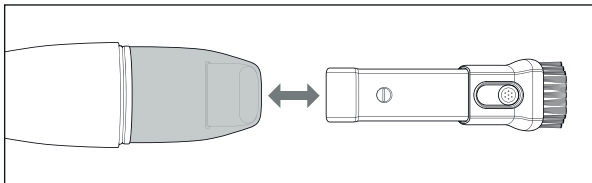

Fig. 2
- ◆ Sostenere l'apparecchio dall'impugnatura ❸ e sfilare il cappuccio di chiusura ❶ dall'apparecchio.
- ◆ Inserire la bocchetta aspiratrice 2-in-1 12 nell'apertura di aspirazione 2 dell'apparecchio. Nel farlo assicurarsi che il pulsante per la regolazione della bocchetta spazzola sia rivolto verso l'alto (vedere fig. 2).
- ◆ Per togliere nuovamente la bocchetta aspiratrice 2-in-1 12, estrarla dall'apertura di aspirazione 2 (vedere fig. 2).